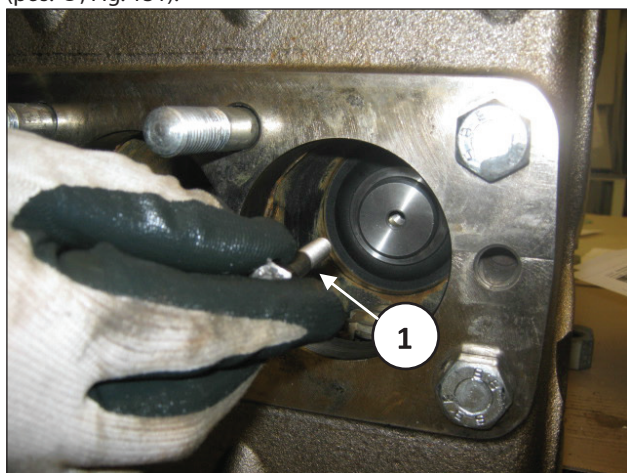
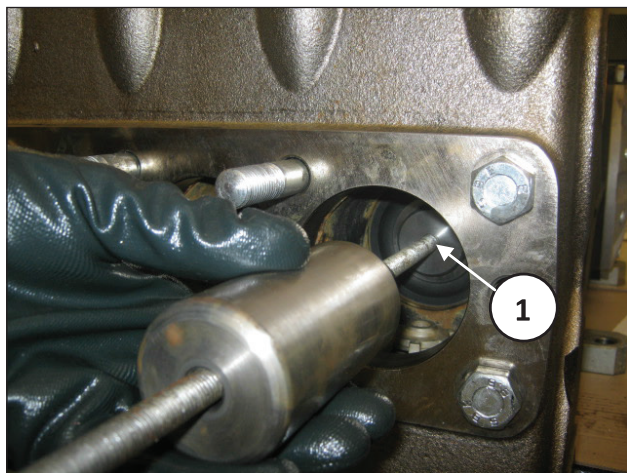

Fig. 130
Fig. 131
Aflojar el tornillo M8 que fija el grupo del pistón y extraerlo junto con el casquillo de fijación de la junta (pos. ①, Fig. 130). Si es necesario, utilizar el orificio M10 para extraer el casquillo de fijación de la junta utilizando un extractor de percusión (pos. ①, Fig. 131).